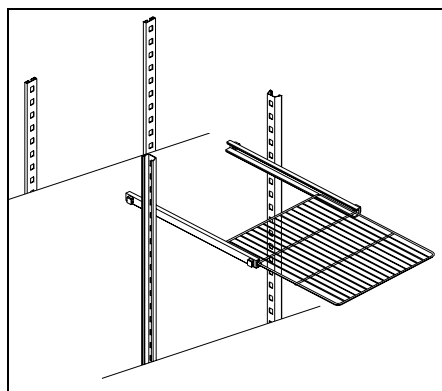

Fig. 2
- Ponga los soportes rejillas al interno del armario, en la posición que mas se adapte a su uso, metiendo cada soporte en los montantes forados en el fondo del mismo e inmitiendo la lingueta lateral en su debida sede che ha sido obtenido en los lados o sobre los montantes de la mesa. **(Fig.2)**
- Haga resbalar las rejillas en el interno de los soportes como en la **Fig. 2** .